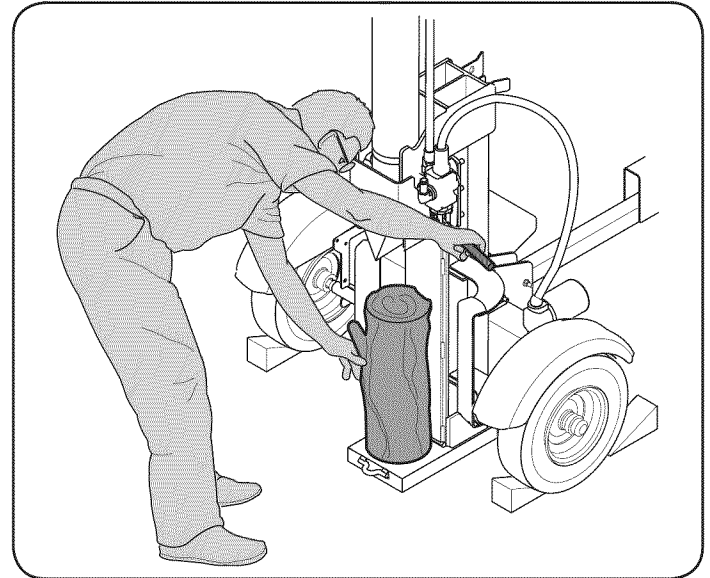

Figura 12
3. Párese delante de la unidad para operar la manija de control y estabilizar el tronco. Vea la Figura 12.